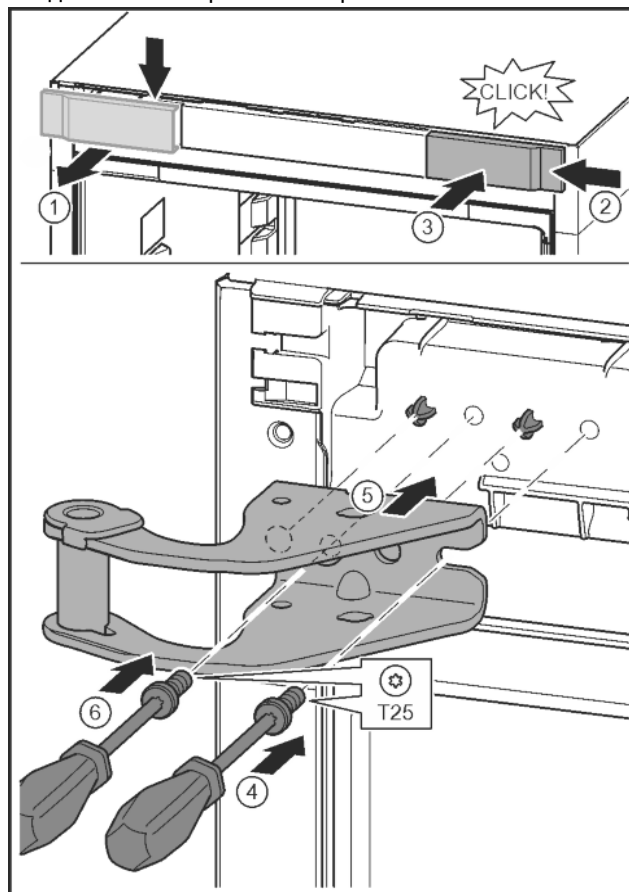

Fig. 15
- Развийте капака и го свалете настрана. Fig. 15 (1)
- Закачете капака, завъртян на 180°, от другата страна отъдно. Fig. 15 (2)
- Фиксирайте капака. Fig. 15 (3)
- С отвертка T25 поставете винта. Fig. 15 (4)
- Поставете горната лагерна стойка. Fig. 15 (5)
- Затегнете винта. Fig. 15 (4)
- С отвертка T25 поставете винта и го затегнете. Fig. 15 (6)